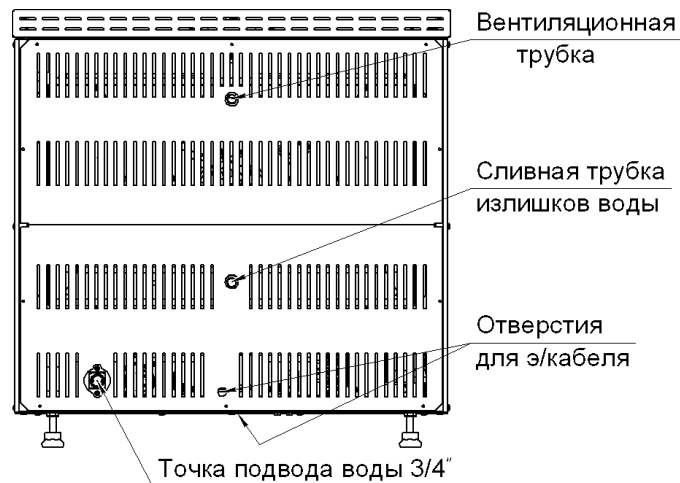

Рис. 3
5.14 Подключение воды (см. рис. 3) производится к штуцеру клапана (резьба наружная 3/4"), расположенному с тыльной стороны печи. Подключение рекомендуем производить гибкой подводкой с накидной гайкой 3/4" через вентиль или шаровой кран, установленный перед клапаном. Подключение воды, возможно, произвести, не снимая заднюю нижнюю панель.